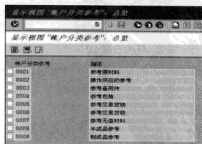

图 7-78 “显示视图‘账户分类参考’：总览”界面
STEP 2 单击“账户分类参考”按钮，进入“显示视图‘账户分类参考’：总览”界面，如图 7-78 所示。在此界面中，可以单击“新条目”按钮新建账户分类。